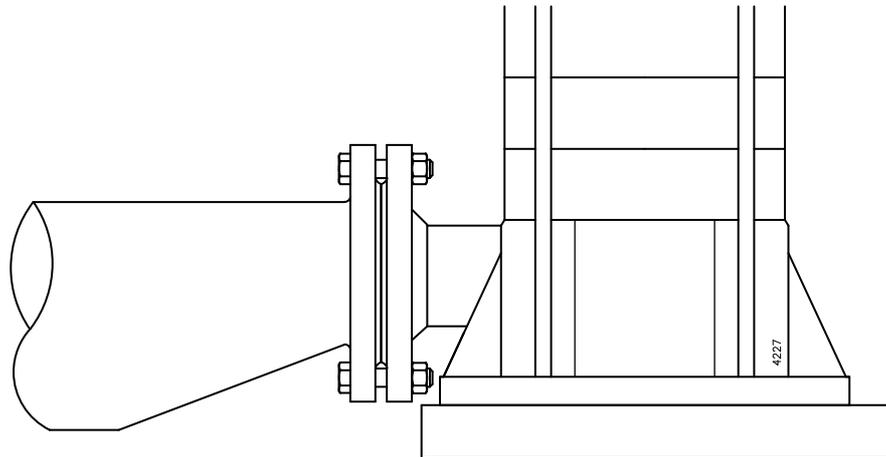

Figure 2: Pièce de réduction excentrique vers la bride d'aspiration.
- Le passage du tuyau d'aspiration doit être généreux. Ce tuyau doit être aussi court que possible et son trajet vers la pompe ne doit pas permettre la formation de poches d'air. Si cela n'est pas réalisable, un dispositif d'aération doit être prévu au point le plus élevé. Si le diamètre intérieur du tuyau d'aspiration est plus grand que celui du raccord d'aspiration de la pompe, une pièce de réduction excentrique doit être utilisée pour éviter la formation de poches d'air et de tourbillons. Voir figure 2.